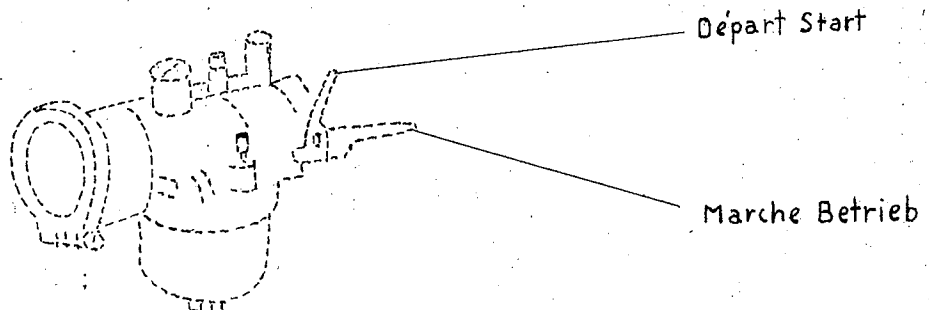

fig.2
- Placer le choke (fig.2) du carburateur en position "Départ"
- Choke (fig.2) auf "Start" stellen